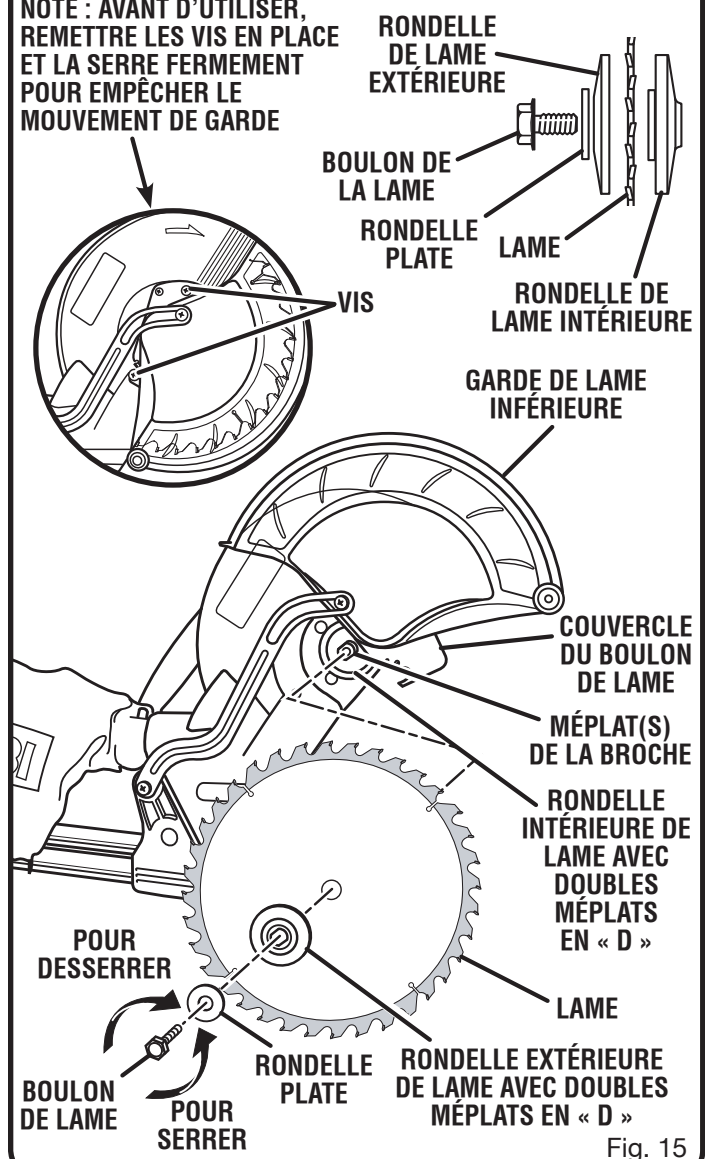

Fig. 15
- Engager la lame dans la garde inférieure et sur la broche. Les dents doivent être orientées vers le bas à l'avant de la lame, comme le montre la figure 15.